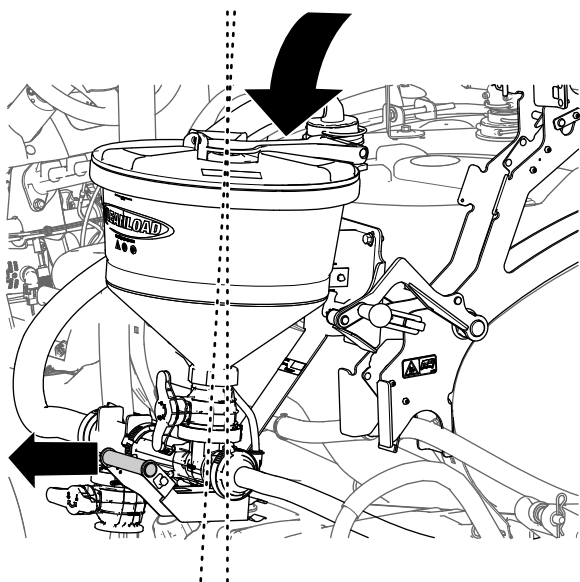

Figura 39
4. Coborâi complet ejectorul în timp ce inei uor mânerul ejectorului spre exterior (Figura 39).
2. Ridicai ejectorul în timp ce inei uor mânerul ejectorului spre exterior (Figura 39).